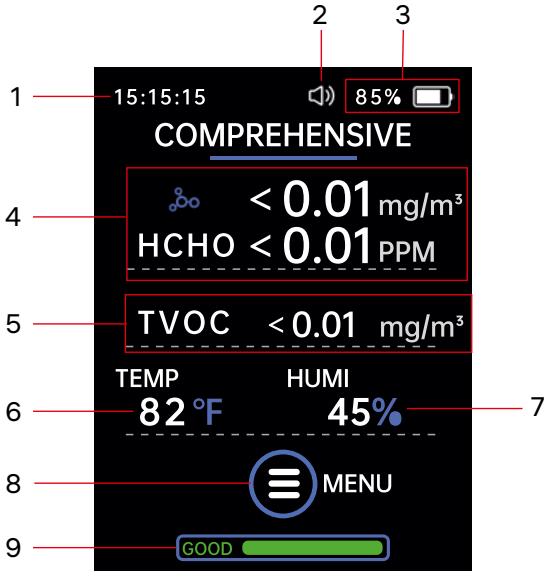
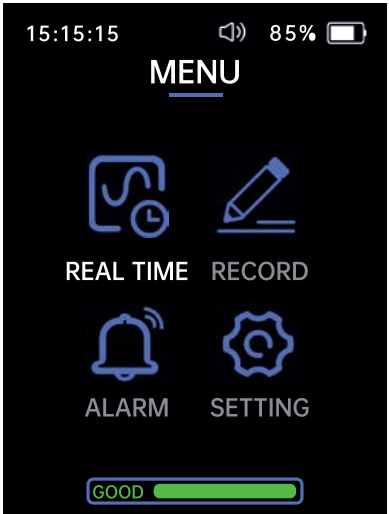

Рисунок 1
Рисунок 2
После включения питания на ЖК-экране (2) отображается время, громкость, состояние батареи, значения формальдегида (HCHO) и общего количества летучих органических соединений (TVOC), температура и влажность окружающей среды, а также индикатор качества воздуха (рис. 1). Нажмите кнопку «Меню» (6), чтобы войти в главное меню. Нажмите и удерживайте кнопку «Влево» (4) в течение 3 секунд для переключения между °C и °F. Нажимайте кнопки «Влево» (4) и «Вправо» (8) для перехода к функциям меню (рис. 2).